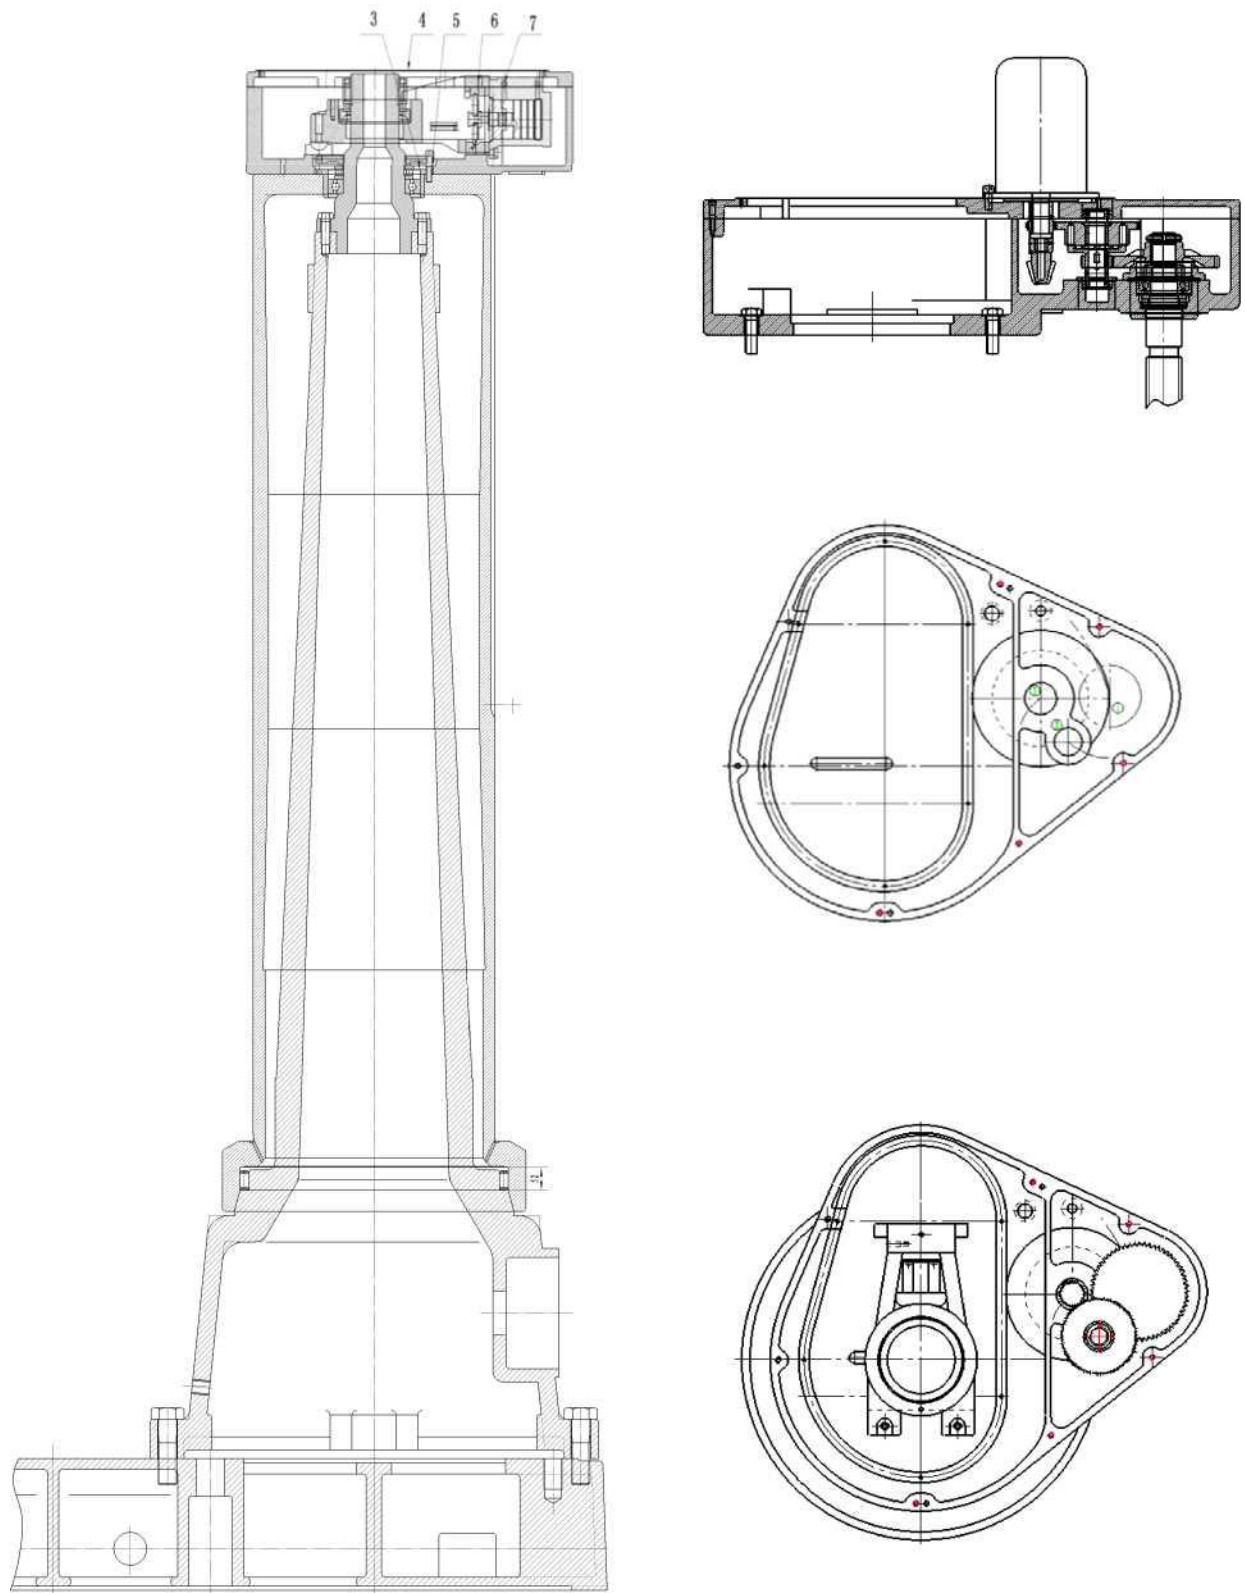

Рис. 10-6 Зажатие колонны и подъем/спуск рукава
6. Зажатие колонны и подъем/спуск рукава (Рис. 10-6)